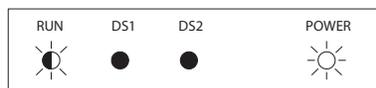

Figura 16 LED de operação normal
**Figura 16** mostra o monitor de LED quando o inversor está pronto e não há sinal de FWD/REV ativo.